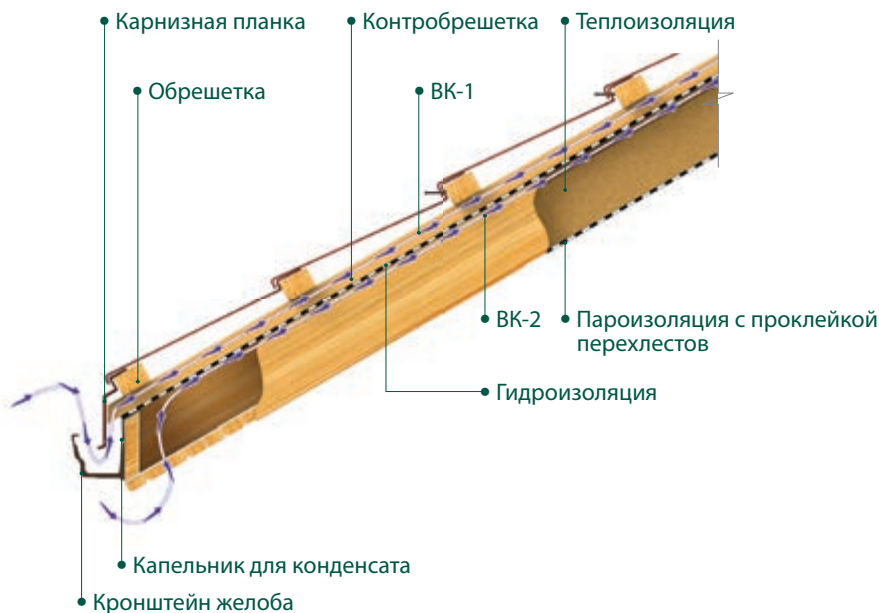

РИС. 8. Карнизный свес
- поверх капельника лежит гидроизоляция РИС. 8